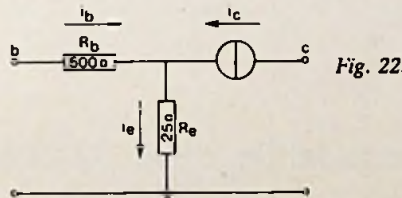

Fig. 22.
3. Fig. 22 geeft een vervangingsschema van een transistor in gemeenschappelijke emitterschakeling. Van deze transistor is gegeven dat $\alpha_e = 100$.